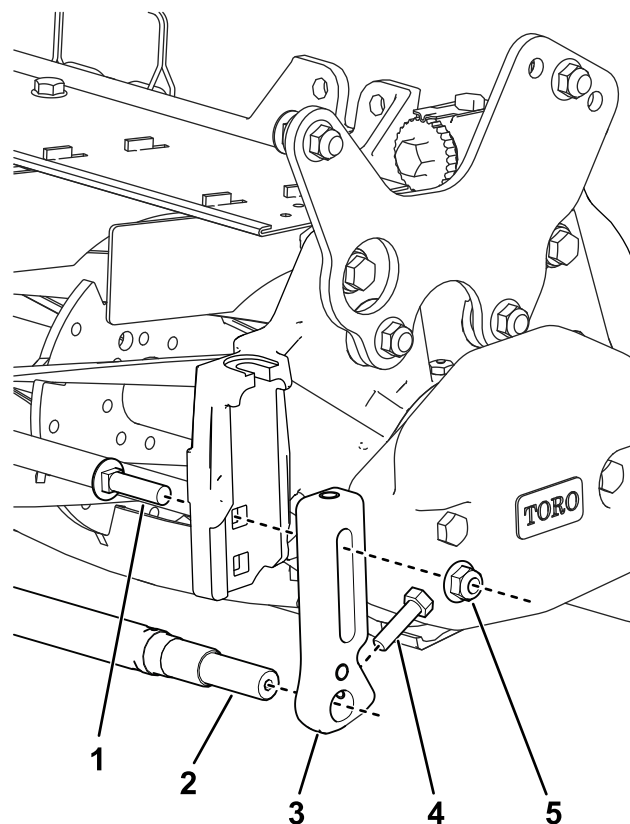

図 39
2. キャリッジボルトとロックナットを使用して、前側刈高ブラケットをサイドプレートが一番上の穴に取り付ける **図 39**。